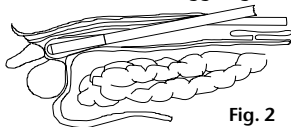
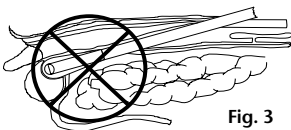

Fig. 2
Fig. 3
3. Far avanzare il sistema palloncino dilatatore (bilaterale) fino a raggiungere il punto idoneo nello spazio extraperitoneale. (Fig. 2) È molto importante che lo strumento non venga introdotto troppo in profondità e che sul palloncino non venga esercitata alcuna pressione che potrebbe causare una lesione agli organi e alle strutture adiacenti, ad es. alla vescica. (Fig. 3)